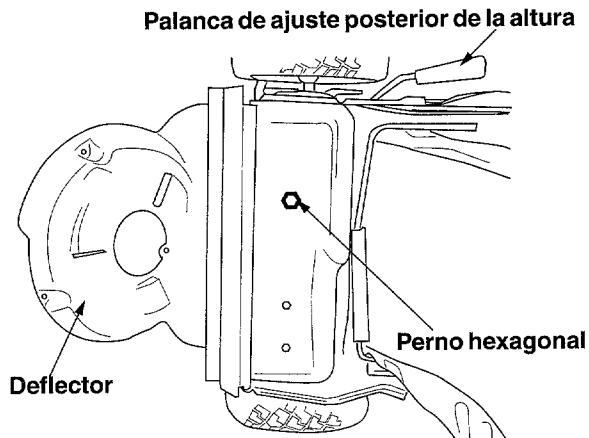

Figura 20
- Extraiga el perno hexagonal que sujetla la transmisión al armazón de la cortadora. Tenga cuidado en guardar el perno recién extraído. Vea la Figura 20.